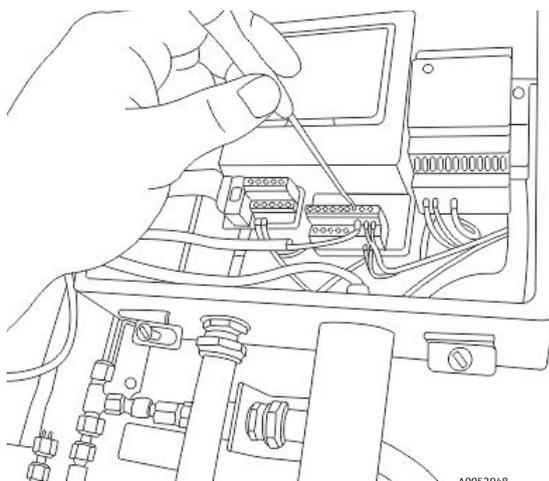

Figura 82. Rimozione del cablaggio
6. Scollegare i fili rosso e nero contrassegnati con "psens-" e "psens+" dalla morsettiera TB2 utilizzando il mini cacciavite come mostrato in Figura 82.